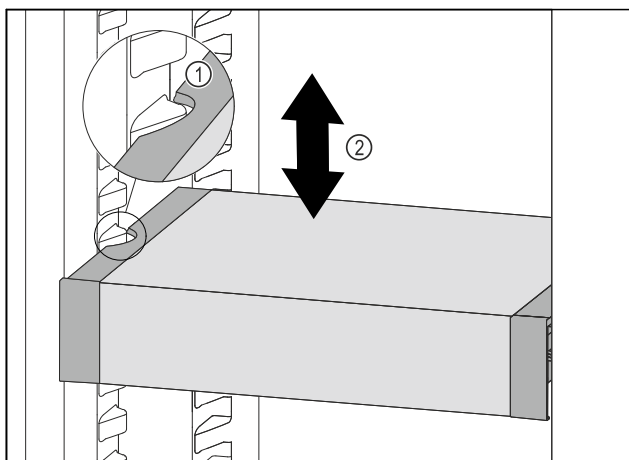

Fig. 130
- VarioSafe nach vorne ziehen, bis sich die seitlichen Aussparungen des VarioSafes auf Höhe der Behälterrippe im Kühlteil befinden. Fig. 130 (1)
- VarioSafe im Kühlteil nach oben oder unten bewegen, bis gewünschte Höhe erreicht ist. Fig. 130 (2)